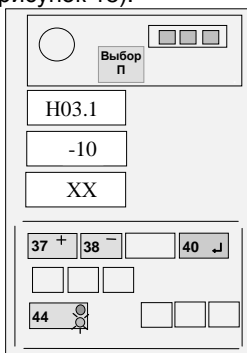

Рисунок 15 - Ввод температуры
Если величина измеренной температуры воздуха отличается от выдаваемой на средний ИЖЦ более, чем на 3°C, нажатием кнопки 44 установить на верхнем ИЖЦ код "H03.1", а затем, нажимая кнопки "+" (37) и "-" (38), установить, контролируя по показаниям среднего ИЖЦ, значение температуры, равное показаниям термометра (см. рисунок 15).